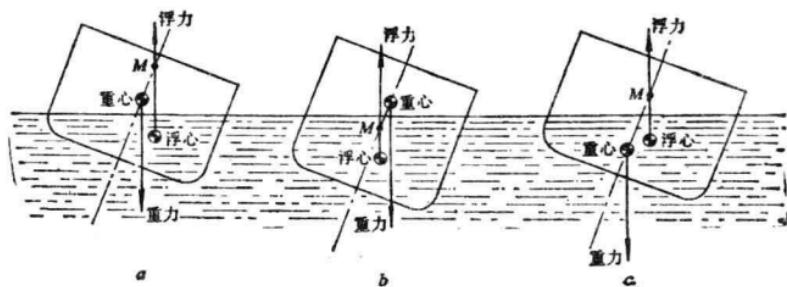

图 1—2 船舶的稳定性
船舶漂浮在水面上,一方面受到船体本身的重力作用,另一方面受到水的浮力作用。船体受到的重力和浮力大小相等,方向相反,作用在同一条直线上。重力的作用中心叫做重心,它取决于船体和货物的重量分布情况。浮力的作用中心叫做浮心,它取决于船体浸没在水中的几何形状,它是船体在水下部分的几何中心。如果船体的重心在船体中央,船体呈水平状态漂浮在水面上,这时候浮心也在船体的中央,如图 1—1a 所示;如果船体的重心移到船体前部,船体向前倾斜,浮心也移到前部,如图 1—1b 所示;如果船体的重心移到船体后部,船体向后倾斜,浮心也移到后部,如图 1—1c 所示。
船舶在航行中受到侧面的风浪作用会产生倾侧。假设船体向右倾侧,如果船上货物不移动,重心位置就不会有变化。但由于左面一部分体积露出水面,右面同样大小的体积浸入水中,因此浮心向右移动。如果重心比较低,或者船身比较宽,浮心向右移动相对比较大,浮力作用线就会移到重力作用线的右侧。这时候,浮力的力矩会使船体回复到正常状态,如图 1—2a 所示。如果重心比较高,或者船身较窄,浮心向右移动相对比较小,浮力作用线在重力作用线的左侧。这时候,浮力的力矩会继续使船体倾侧,如图 1—2b 所示。这两种情况,前一种是稳定的,后一种是不稳定的。
另外,如果重心在浮心的下面,船体倾侧后,浮力的力矩一定会使船体回复到正常状态,见图 1—2c。因此,重心低于浮心的船舶一定是稳定的。为了使船舶具有良好的稳定性,要设法增加船体的宽度,并且尽可能降低船舶的重心位置。
从图 1—2 中可以看到,浮力作用线同船体的中心线相交于 M 点,M 点叫做稳心。当稳心高于重心的时候,船舶是稳定的,当稳心低于重心的时候,船舶是不稳定的。稳心到重心的距离叫做稳心高度,稳心高度越大,船体的稳定性越好。一般船舶在倾侧  $10^{\circ} \sim 15^{\circ}$  的情况下,稳心高度大约从零点几米到几米。舰船模型的稳心高度可以按比例缩短。
⑦对单螺旋桨的船舶,螺旋桨轴同船体中央纵剖面不重合,航向稳定性不好。
⑧船舵轴不在船体中央纵剖面上(见图 1—3a),或船舵面对螺旋桨轴上下不对称(见图 1—3b),航向稳定性不好。
⑨船体外型左右不对称,航向稳定性不好。
⑩对于双螺旋桨舰船模型,两个螺旋桨的位置不对称,或者两个螺旋桨尺寸不一致,航向稳定性不好。
①重力。船体结构要承受的重力包括船体自身的重量(空载重量)和各种武器、货物的重量(载重量)。重力的分布主要由船舶构件的布局和货物的装载情况决定。船体在重力的作用下会发生整体或局部变形。
②水压力。船舶在水中要承受水的压力。水压力的大小同船体浸入水中面积的大小和船体吃水的深浅有关,面积越大,吃水越深,水压力就越大。图 1—4 是船体水下部分单位面积水压力的分布情况。单位面积水压力同吃水深度成正比。在水面处,水压力等于零,吃水越深,单位面积水压力就越大。
③重力和浮力。船体在静水中,总的重力和总的浮力是平衡的。但是,由于重力的分布和浮力的分布并不均衡,船中段肥胖,浮力大于重力,船首尾段瘦削,浮力小于重力,使船体形成中间段向上、首尾段向下的纵向弯曲,如图 1—5a 所示。
船舶在航行的时候,会受到波浪的影响,船体各部分的浮力也会随着变化。当波峰在船体中段、波谷在船首段和尾段的时候,中段吃水加深,浮力加大,首段和尾段吃水变浅,浮力减小,使中间段向上、首尾段向下的纵向弯曲更加突出,如图 1—5b 所示。这种弯曲叫做中拱弯曲。船体
当波峰在船体的首段和尾段、波谷在船体中段的时候,首段和尾段吃水加深,浮力加大,中段吃水变浅,浮力减小,产生相反的纵向弯曲,也就是中段向下,首尾段向上,如图 1—5c 所示。这种弯曲叫做中垂弯曲,船体发生中垂弯曲同两个人抬一桶水时扁担发生的变形相似。